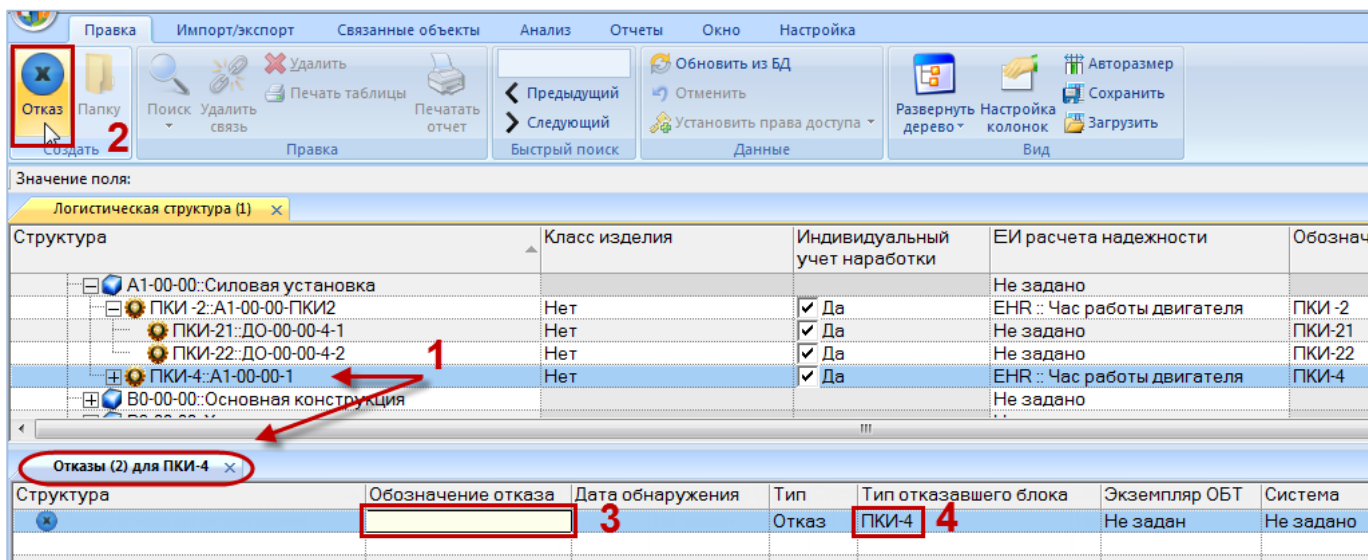

Рис. 26-37 – Создание неисправности в окне связанных объектов
2) Выделить компонент в рабочем окне «Логистическая структура» и открыть окно связанных объектов «Неисправности» для выбранного компонента (1 на рис. 26-37).
3) Щёлкнуть клавишей мыши в рабочем окне «Неисправности», затем нажать кнопку «Неисправность» панели «Создать» (2 на рис. 26-37).
4) В окне связанных объектов «Неисправности» для выбранного компонента появится новая неисправность. Ввести «Обозначение» неисправности (3 на рис. 26-37).
- 5) Связь неисправности с компонентом будет создана автоматически (4 на рис. 26-37).